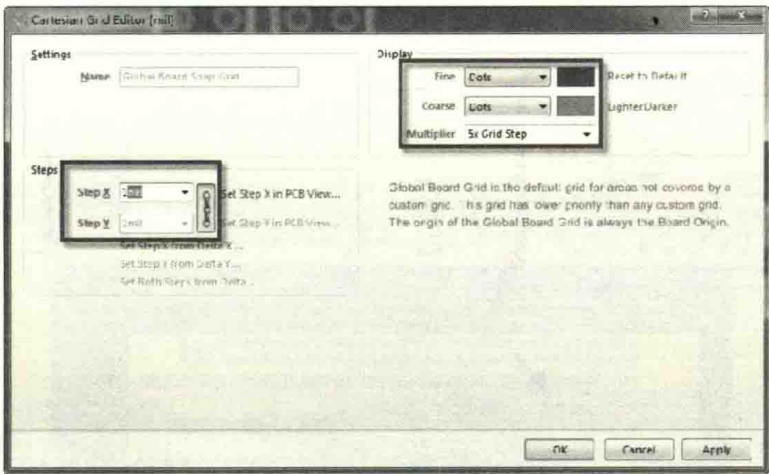

图 13-10 网格的设置
(3) 按快捷键“Ctrl+G”，把网格按照如图 13-10 所示的参数进行设置。